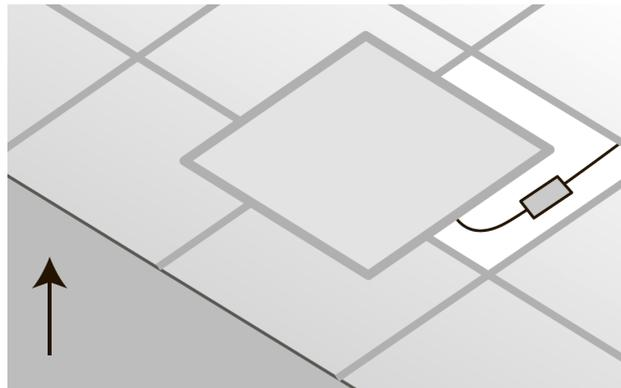

Рис. 2
6.3.3 Установка светильника в подвесной потолок типа «Армстронг». Подготовьте установочное отверстие в потолке. Подключите питание к драйверу и установите светильник в подготовленную ячейку. (рис.2)